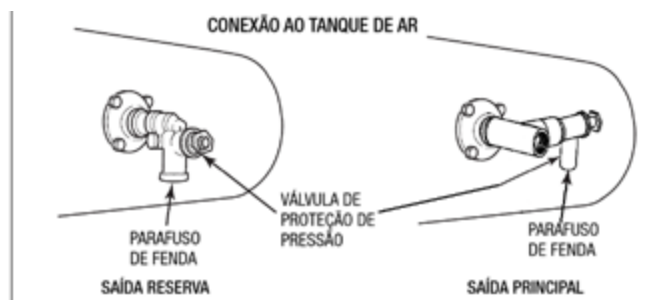

Figura 2.60
Quando se optar por não usar uma saída reserva do tanque de ar, um "T" de derivação deverá ser instalado na saída utilizada do tanque, provendo um ramal de abastecimento de ar para freio e um ramal de ar para o sistema CalibrAR. Figura 2.60
3. Rosqueie a PPV manualmente na conexão de instalação. Use uma chave para apertar a PPV, obtendo, assim, uma vedação hermética. Quando instalada corretamente, a extremidade rosçada da PPV deve estar voltada para BAIXO. Figura 2.60.